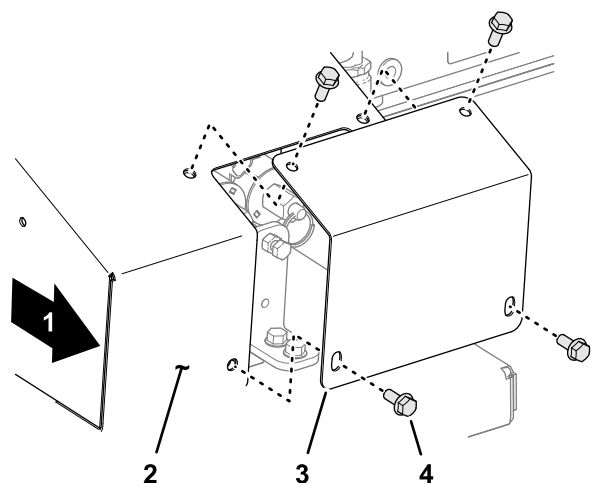

图 28
1. 在机器右侧卸下将盖板固定到超控装置盖上的 4 个凸缘平头螺丝 图 28。